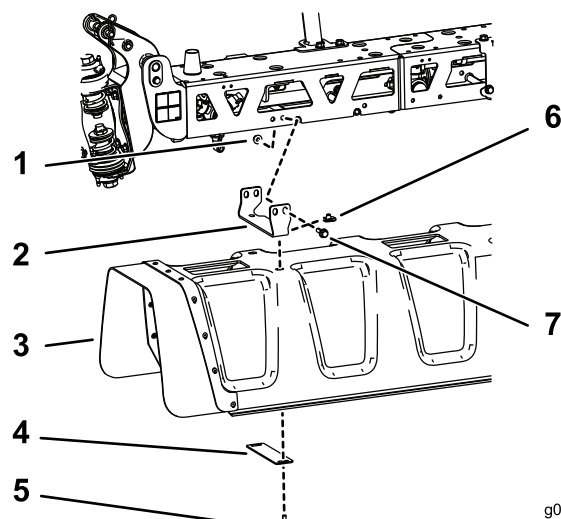

Figura 1
1. Instale o conjunto da cobertura central no suporte utilizando quatro porcas em U, duas placas de anilha e quatro parafusos de cabeça sextavada (5/16 x 1 1/4 pol.) como se mostra na Figura 1.